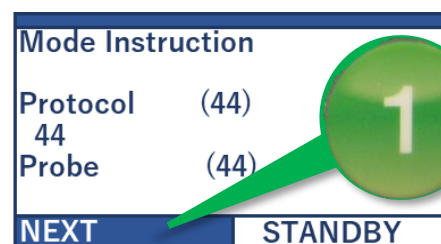

図 38 患者情報画面
④ 患者情報画面で①キー（Enter キー）を押し、“NEXT”を選択します（図 38）。